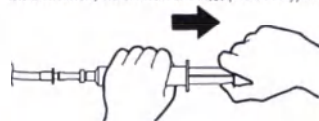

Рис. 12
- Медленно аспирируйте 30 куб. см при помощи шприца объемом 30 куб. см. (См. рис. 12.) Извлеките шприц, оставив одноклоновым клапан на месте, чтобы обеспечить поддержание вакуума.